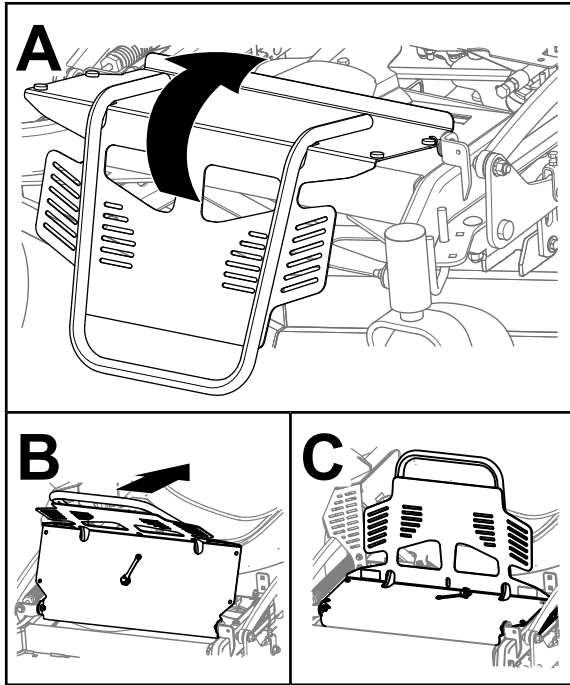

Figure 33
3. Ramenez la protection du moteur en place, comme montré à la Figure 33.